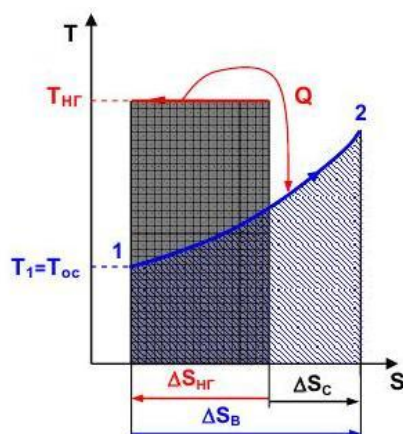

Рис. 2
10. С помощью электронагревателя (рис.2) 10 кг воздуха изобарно нагреваются от температуры внешней среды $t_1=t_{oc}=20^\circ C$ до $t_2=700^\circ C$. Температура нагревателя $t_{нг}=1000^\circ C$ остается постоянной. Определить увеличение энтропии системы и потерю возможной работы – эксергии за счет необратимости этого процесса теплообмена. Считать систему замкнутой изолированной, а воздух идеальным двухатомным газом с $c_p=\text{const}$.